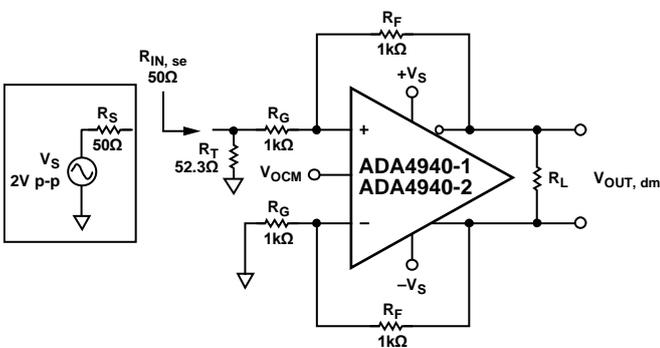

図 67. 終端抵抗 R_T の接続
3. 図 67 に、上側の帰還ループの実効 R_G は終端抵抗を接続したため下側のループの R_G を超えないことを示します。ゲイン抵抗の不一致を補償するため、下側のループで補正抵抗 (R_{TS}) を R_G に直列に接続します。 R_{TS} はソース抵抗 R_S のテブナン等価電源に、終端抵抗 R_T は $R_S || R_T$ に、それぞれ等しくなります。